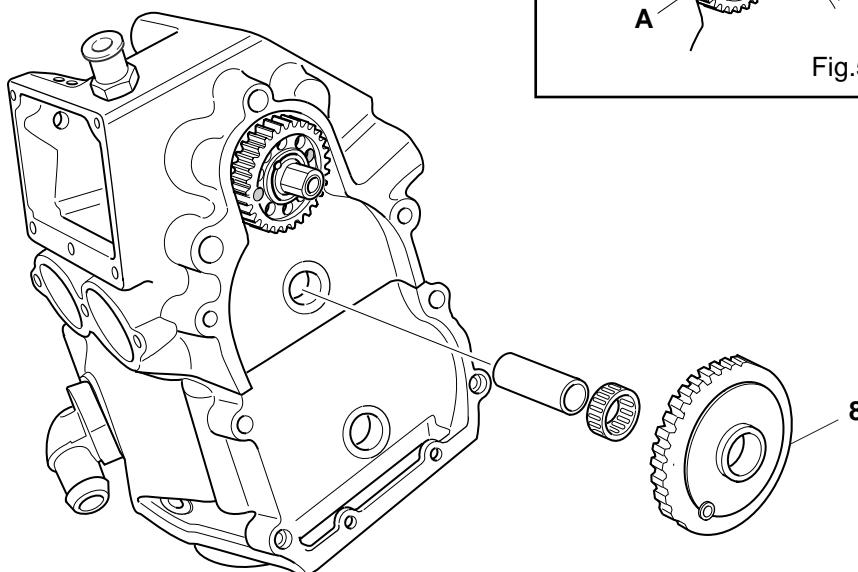

Fig. 57
6. Ripetere l'operazione descritta al punto 3 anche per l'ingranaggio "8" (Fig.57).
- 6.** Repeating operation described to point 3 also for gear "8" (Fig. 57).
- 6.** Den im Punkt 3 beschriebenen Vorgang auch für Zahnrad "8" (Abb.57) wiederholen.
- 6.** Répéter l'opération 3. aussi pour l'engrenage "8" (fig.57).